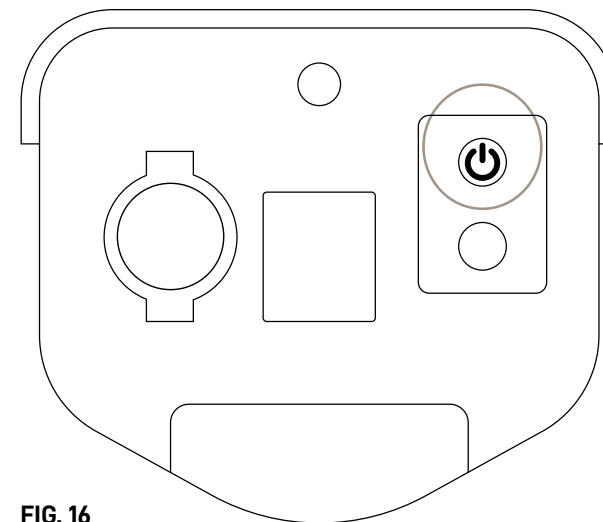

FIG. 16
3. Tenere premuto il pulsante  presente sul pacco batterie (FIG 16) per almeno 10 secondi;